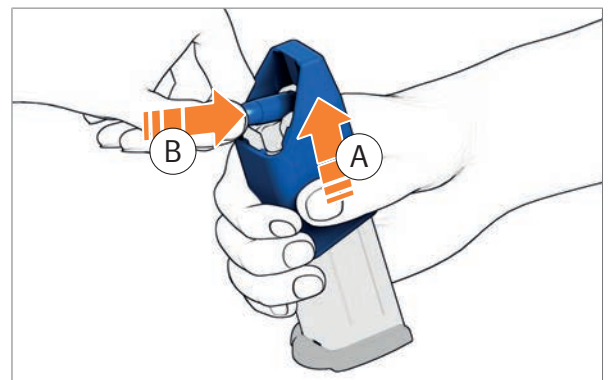

Abb. 51: Patrone nach hinten schieben
4. Ladehilfe anheben (Abb. 51).
5. Patrone vollständig nach hinten schieben (Abb. 51).